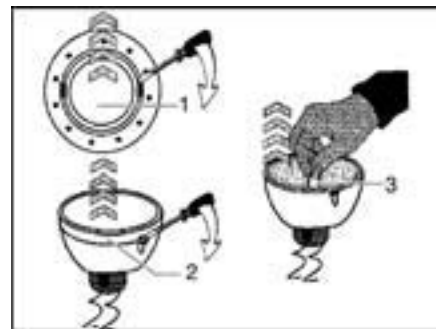

Bild 257 Halogenleuchte wechseln
- Inneren Abdeckring (Bild 257,1) mit einem Schraubendreher vom Gehäuse lösen.
- Abdeckring mit der Glasscheibe (Bild 257,2) vom unteren Teil der Halogeneinbauleuchte mit einem Schraubendreher lösen.
- Halogenleuchte (Bild 257,3) entfernen.